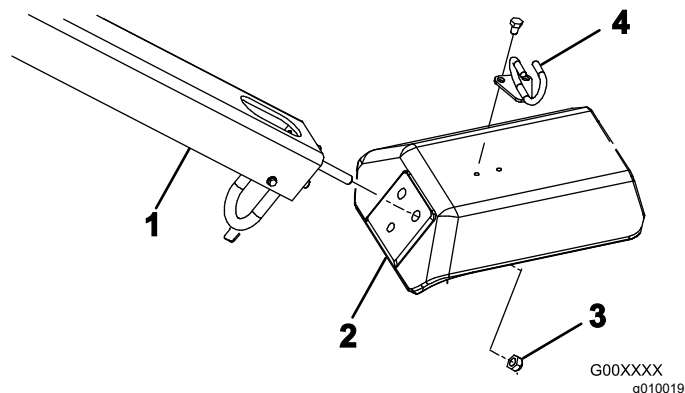

Figura 4
2. Inserite i prigionieri di montaggio dell'impugnatura nei fori della forcella (Figura 4).
3. Fissate i prigionieri dell'impugnatura alla forcella (Figura 4) con 3 dadi di bloccaggio (½").
5. Montate la guida del cavo in cima alla forcella (Figura 4) con 2 bulloni (5/16" x ½").